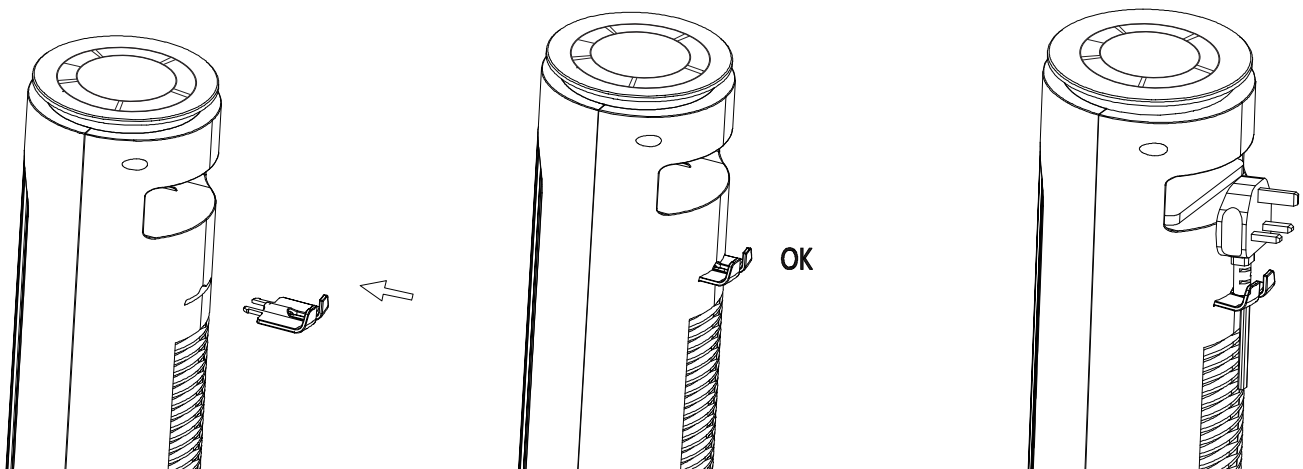

Figura 5
7. Gancho para el cable: El gancho para el cable se incluye en el manual de usuario, retírelo e instálelo en la parte posterior del producto. Cuelgue el cable de alimentación en el gancho para cables cuando el ventilador no esté en uso. (FIGURA 5)
(FIGURA 5)
7. Gancho de cabo: O gancho do cabo é embalado com manual do utilizador, retirá-lo e instalá-lo na parte de trás do produto. Pendurar o cabo de alimentação no gancho do cabo quando o ventilador não é utilizado. (FIGURA 5)